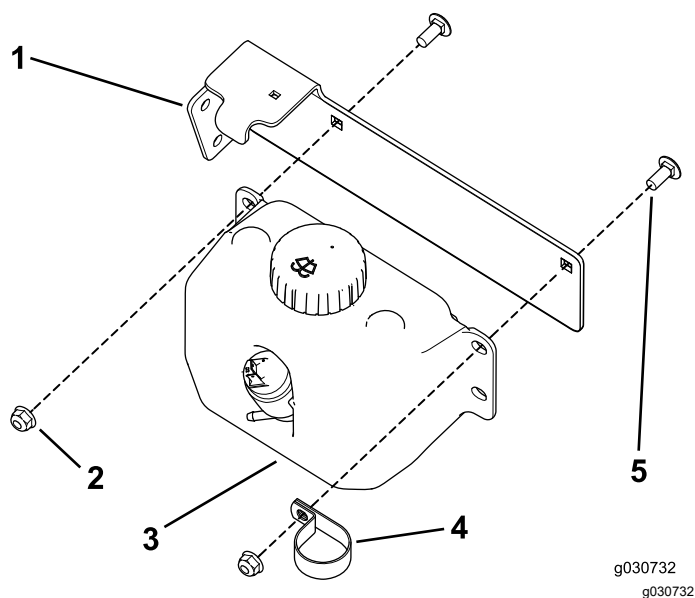

图 44
3. 使用 2 个托架螺栓 5/16 x ¾ 英寸和凸缘螺母 5/16 英寸将冲洗瓶和 R 形夹固定到水箱支架上图 44。